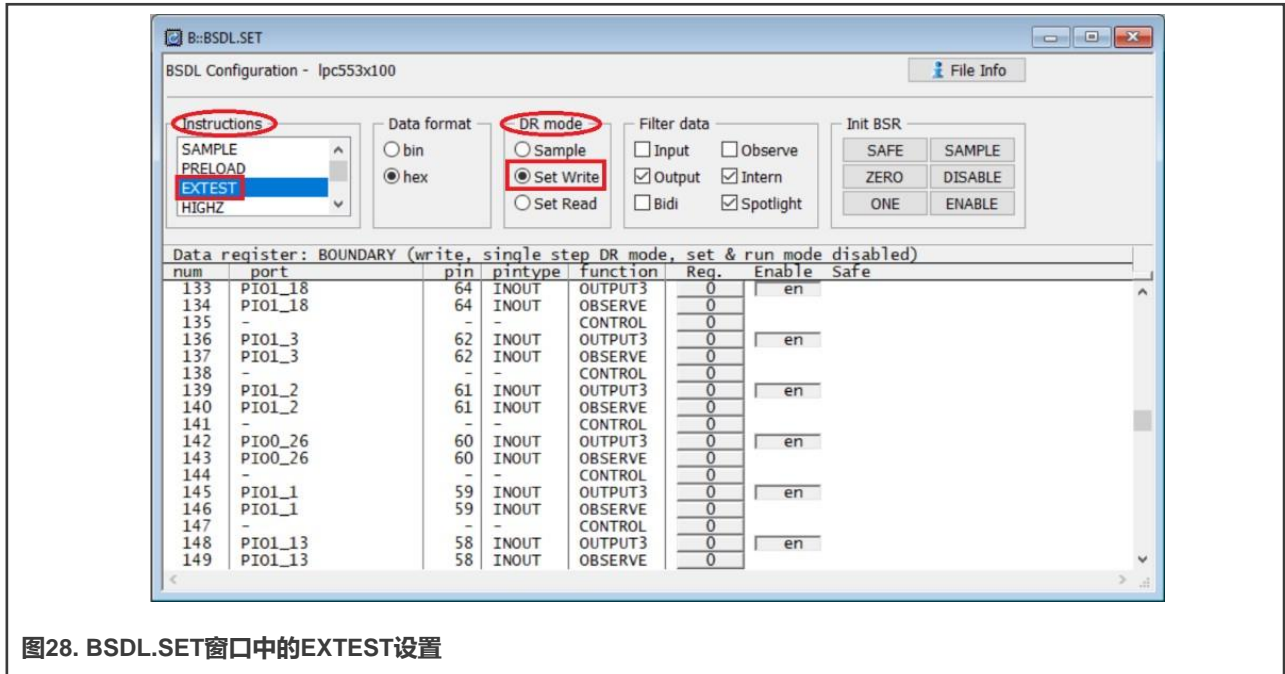

图28. BSDL.SET窗口中的EXTTEST设置
- 在TRACE32的命令行中输入BSDL.SET命令，弹出BSDL.SET窗口。在“指令”信息栏中单击“EXTEST”，在“DR模式”信息栏中选择“设置写入”，如图28所示。